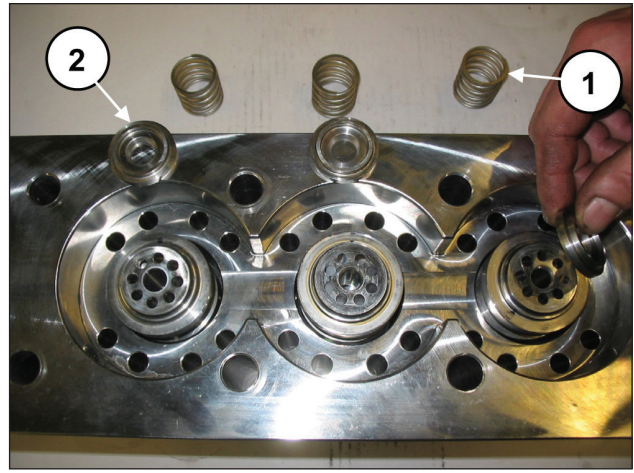

Fig. 103
Durante a desmontagem das camisas preste atenção para não soltar as molas da válvula e as válvulas planas (pos. ① e ②, Fig. 103) pois não estando bloqueada, poderão cair.